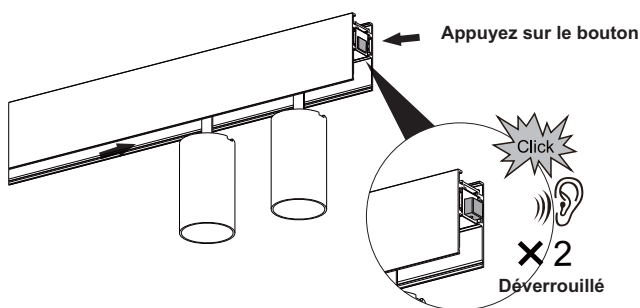

Figure 23
4. Appuyez à nouveau sur le bouton des deux extrémités du luminaire pour déverrouiller et retirer l'unité (Figure 23).